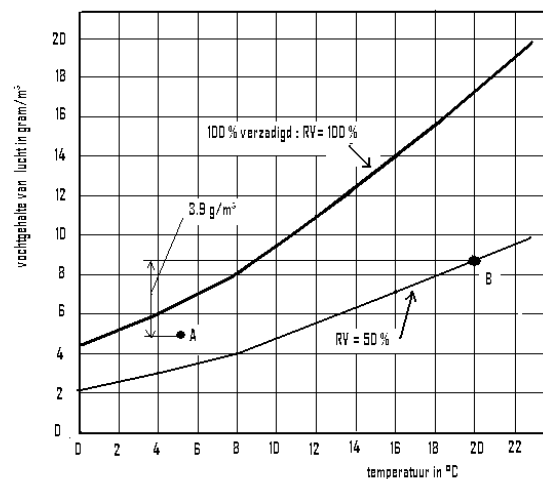

Fig. 1 VOCHTBEHALTE VAN LUCHT
Bijvoorbeeld - Buitentemperatuur 5 °C, 75 % RV (relatieve luchtvochtigheid), zie A in fig. 1.
* Kamer temperatuur 20 °C, 50 % RV (standaard voor airconditioning), zie B in fig. 1.
In dit geval is dit 3.9 g/m³ (zie grafiek fig. 1) Om 2.5 liter water te kunnen opnemen moeten we dan per etmaal 640 m³ ventilatielucht verplaatsen. In ons voorbeeld verzorgt de oliëkachel (ca 3 kW op lage stand) ca 460 m³ luchtverversing per etmaal.
Voorkomen we hiermee condensatie op de huid en het vlak? Nee, want als de lucht uit de woning door de kieren in de betimmering de huid bereikt, krijg je condens beneden 9 °C (zie grafiek fig. 1). De hoeveelheid condens hangt af van de luchtdoorlaatbaarheid van de betimmering! Dit zal hieronder verder worden uitgewerkt.